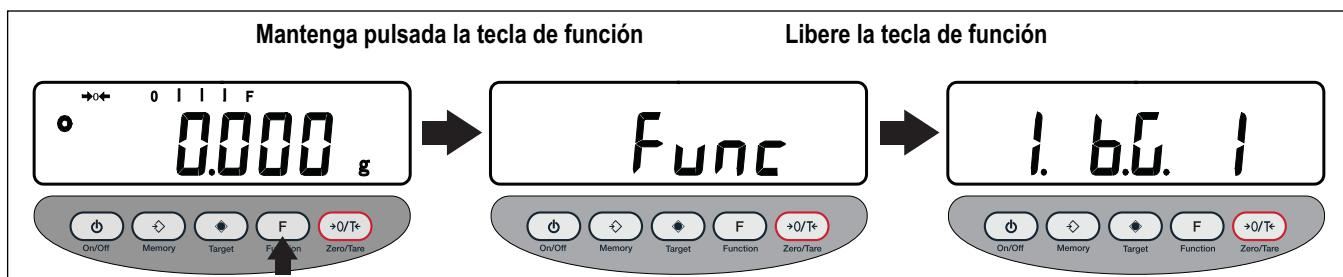

Figura 4-1. Entrada del menú de funciones
1. Mantenga pulsada  hasta que aparezca **Func** y, a continuación, suelte la tecla. Se activa el modo de configuración de funciones y el primer parámetro, **I. b.G. 1** (consulte la Figura 4-1 en la página 18).